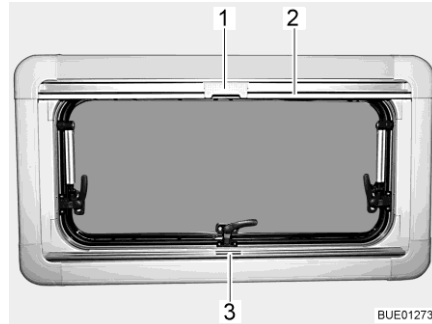

Bild 75 Överkantshängt fönster
**Stänga:** ■ Ta tag i mitten på plisségardinens list (Bild 75,3) och drag den nerifrån och uppåt och släpp den vid önskad höjd. Plisségardinen stannar på denna höjd.
**Stänga:** ■ Drag, med listen, (Bild 75,2) ner insektsnätet tills listen stöter mot plisségardinen (Bild 75,3).
■ Lås fast insektsnätets spärr (Bild 75,1) på plisségardinens list.
**Öppna:** ■ Tryck spärren (Bild 75,1) upptill på insektsnätet bakåt.
■ För långsamt tillbaka insektsnätet med listen (Bild 75,2).